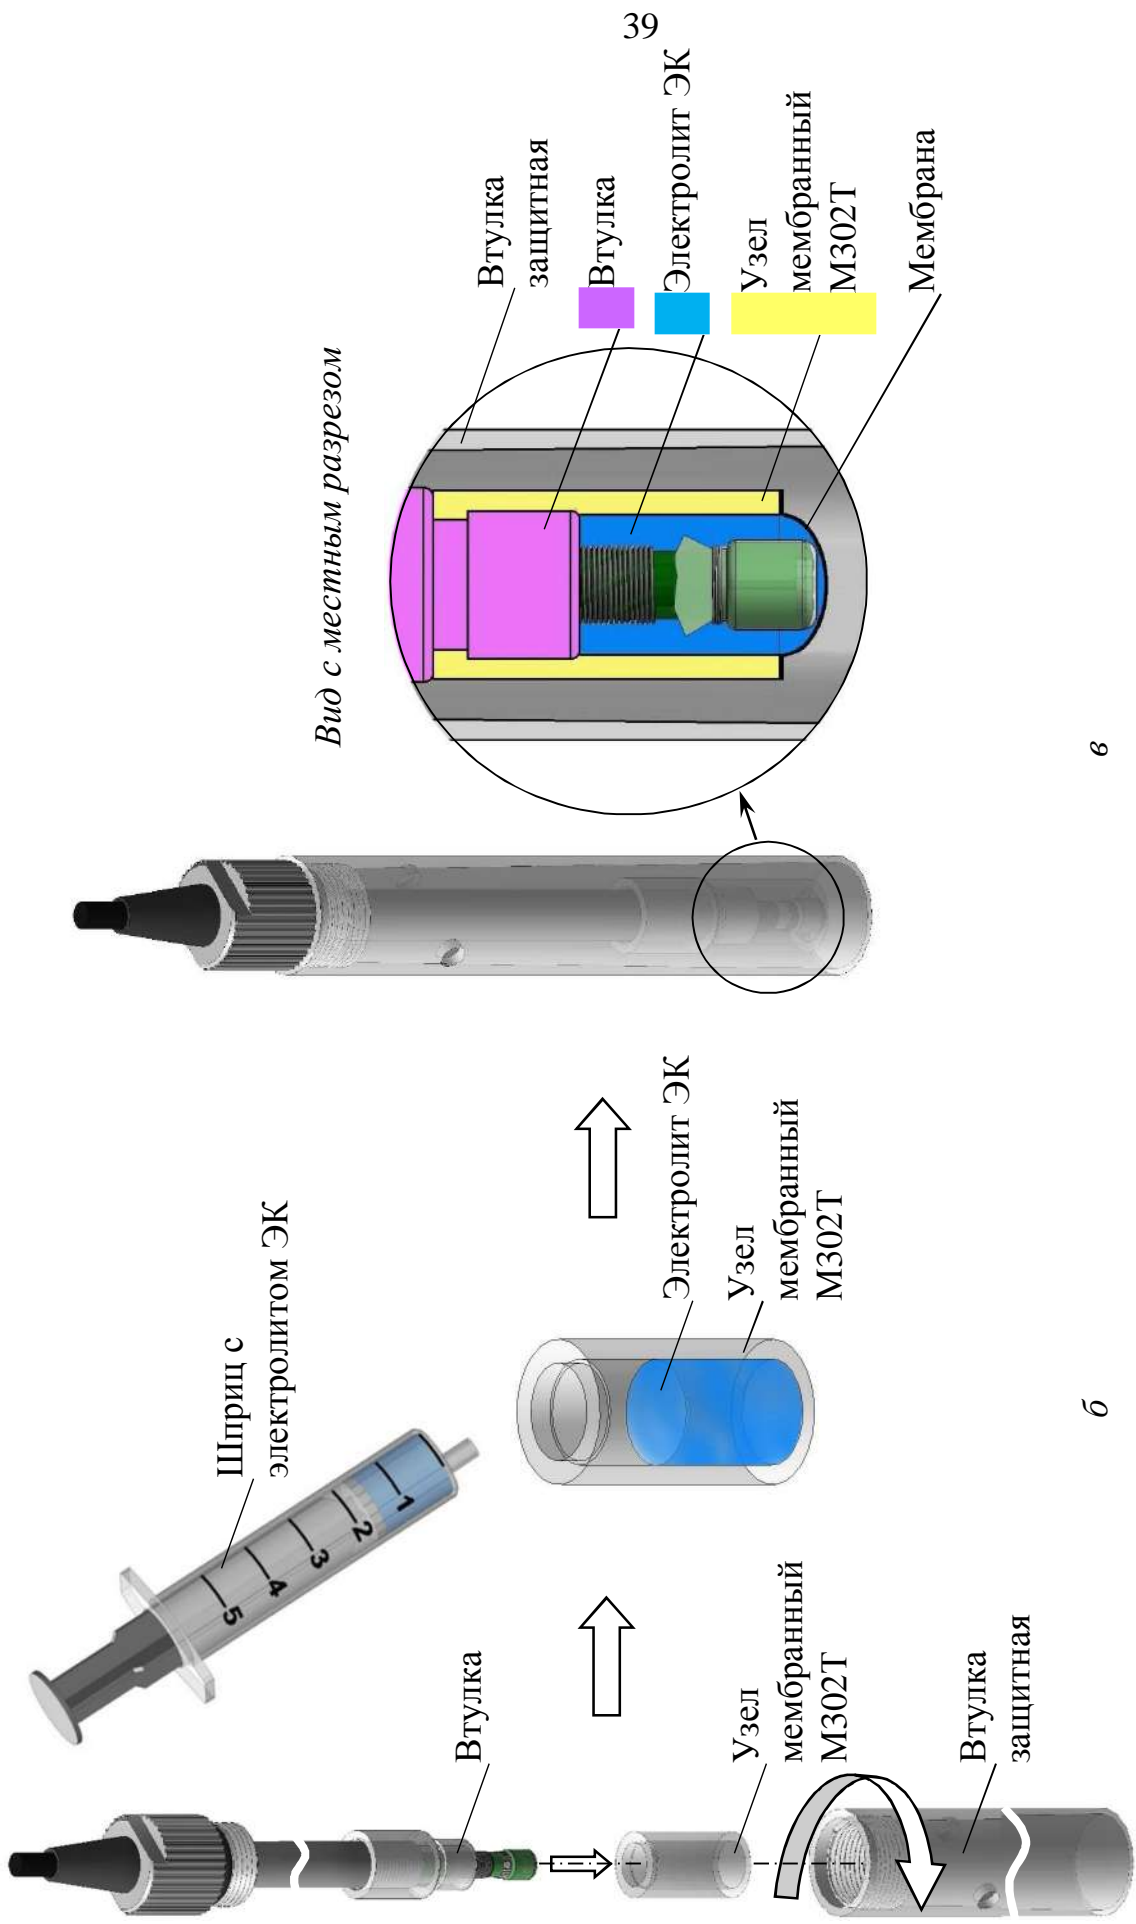

Рисунок 2.3 – Заливка электролита ЭК в датчик ДК-302Т
– отвернуть и снять с датчика защитную втулку и узел мембранный (рисунок 2.3а);
– разместить узел мембранный вертикально – мембраной вниз и осторожно его заполнить электролитом на 2/3 от объема с помощью шприца (рисунок 2.3б);
– навернуть втулку защитную на датчик (рисунок 2.3в).